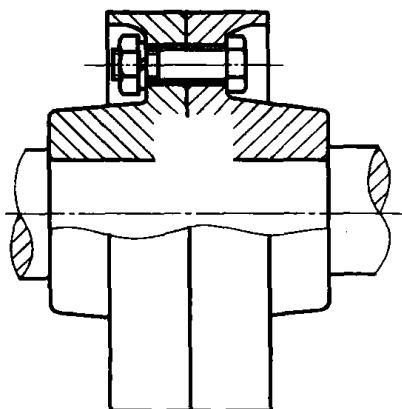
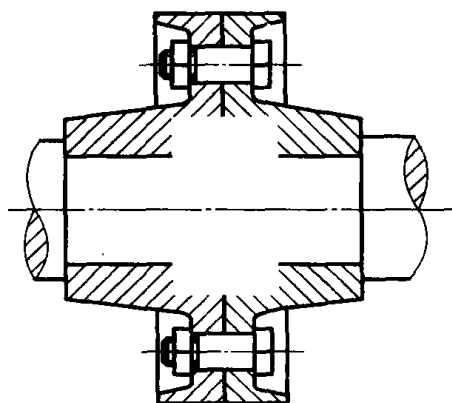

图 1
图 2
方案一: 题 15.4 解图 1。
题 15.4 解图 1
方案二：题 15.4 解图 2。
题 15.4 解图 2
2. 图 1 和图 2 为凸缘联轴器的两个半联轴器将两根轴连接起来的两种形式的部分结构, 请将未画出的其余部分补全, 成为完整的结构。(4 分)